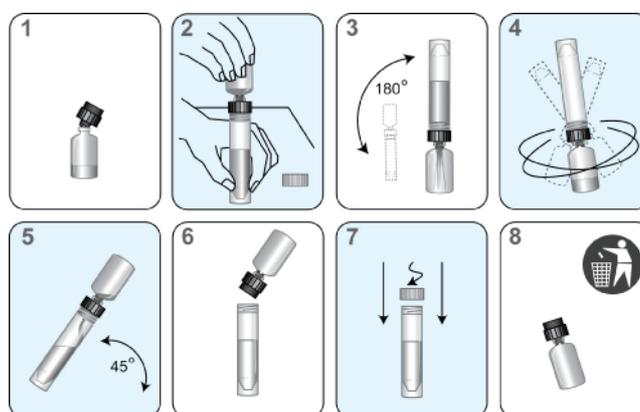

Abbildung 5. Rekonstitution von Reagenzien
- ii. Führen Sie das gekerbte Ende des Rekonstitutionsverbindungsstücks (schwarz) fest in das Fläschchen ein (Abbildung 5, Schritt 1).
- iv. Stellen Sie die Flasche mit der Rekonstitutionslösung auf eine stabile Fläche (d. h. den Labortisch). Drehen sich dann das Fläschchen mit dem gefriergetrockneten Reagenz über der Flasche mit der Rekonstitutionslösung um und befestigen Sie das Verbindungsstück an der Flasche mit Rekonstitutionslösung (Abbildung 5, Schritt 2).
- v. Drehen Sie die zusammengefügte Flasche (an Flasche mit Lösung aufgesetztes Fläschchen) langsam um, damit die Lösung in das Glasfläschchen laufen kann (Abbildung 5, Schritt 3).
- vi. Schwenken Sie die zusammengefügte Flasche mindestens 10 Sekunden lang (Abbildung 5, Schritt 4).
- c. Drehen Sie die zusammengefügte Flasche dann wieder langsam um, damit die Lösung wieder komplett zurück in die Flasche mit der Rekonstitutionslösung fließen kann (Abbildung 5, Schritt 5).
- d. Entfernen Sie das Rekonstitutionsverbindungsstück und das Glasfläschchen (Abbildung 5, Schritt 6).
- e. Verschließen Sie die Flasche wieder. Tragen Sie die Initialen des Bedieners und das Rekonstitutionsdatum auf dem Etikett ein (Abbildung 5, Schritt 7).
- f. Entsorgen Sie Rekonstitutionsverbindungsstück und Fläschchen (Abbildung 5, Schritt 8).